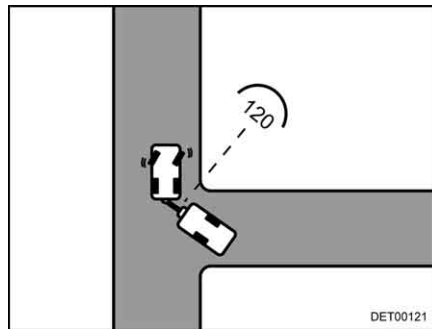

Fig. 20 Manœuvre à effectuer
- Dès que les deux véhicules se trouvent dans un angle de  $120^\circ$  l'un par rapport à l'autre, s'arrêter (Fig. 20).